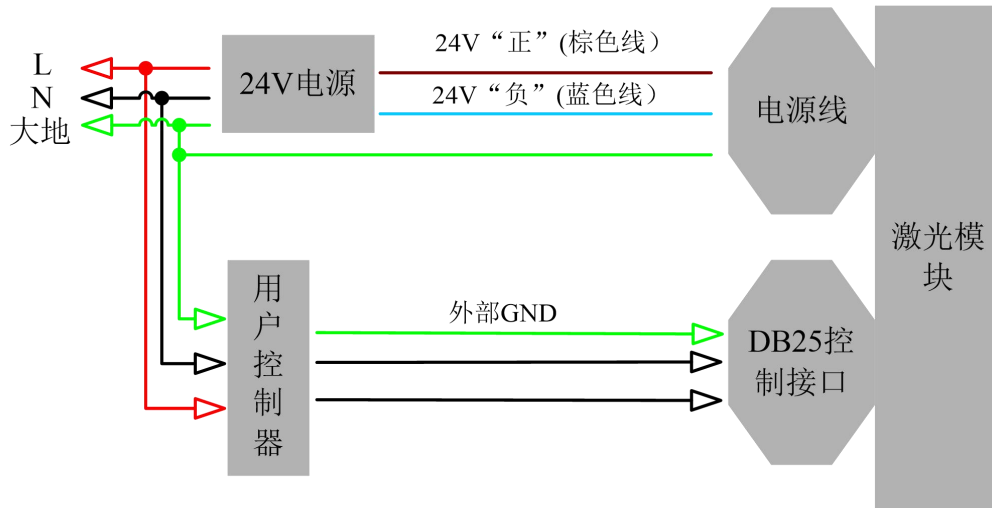

图 7 电气连接图
3) 请确认外部控制器的控制接口与激光器相匹配, 将控制电缆接在激光器控制接口上, 并可靠固定, 推荐电气连接图如图 7 所示。